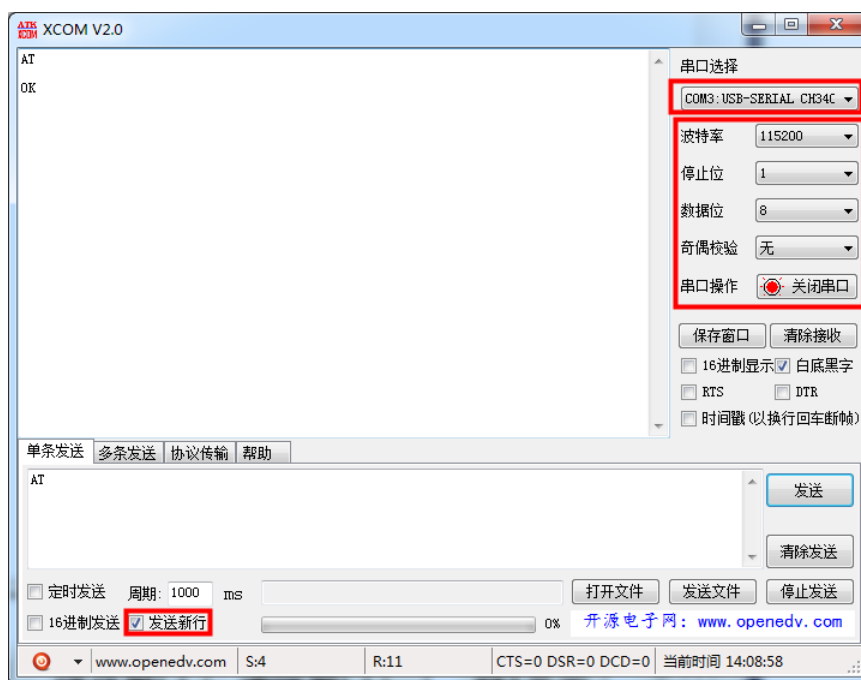

图 2.2.3.1 AT 指令测试
**模块默认 AT 模式**，我们通过串口调试助手 XCOM 来测试下，打开 ATK-ESP8266 WIFI 模块资料\3，配套软件\串口调试助手\XCOM V2.0.exe，选择正确的 COM 号（我电脑是 COM3），然后设置波特率为 **115200**，**勾选发送新行（必选！**即 XCOM 自动添加回车换行功能）然后发送 AT 到 ATK-ESP8266 模块，如图 2.2.3.1 所示：
从图 2.2.3.1 可以看出，我们现在已经可以和 ATK-EAP8266 通信了，我们通过发送不同的 AT 指令，就可以实现对 ATK-ESP8266 的各种功能的配置了。